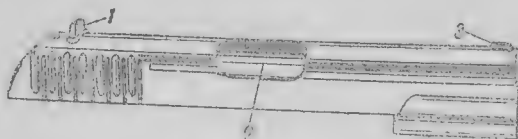

Рис. 45. Затвор:
90. Затвор (рис. 45) представляет собой одно целое с кожухом. Затвор служит для постановки курка на боевой взвод, для подачи патрона из магазина в патронник и для запираания ствола при выстреле.